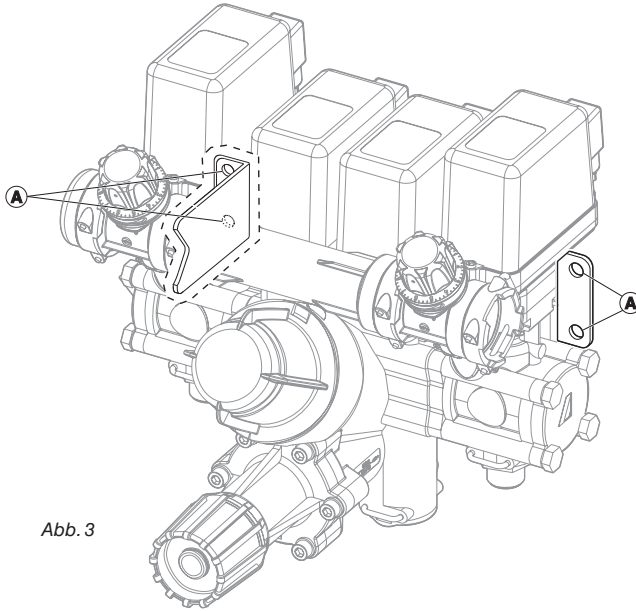

Abb. 3
Die Regelarmatur mit M8 Schrauben (nicht im Lieferumfang) an den entsprechenden Bohrungen (A) der Bügel über die vom Hersteller der Landwirtschaftsmaschine vorgesehenen Anschlüssen befestigen, die eine angemessene Befestigung gewährleisten, siehe dazu Abb. 3.